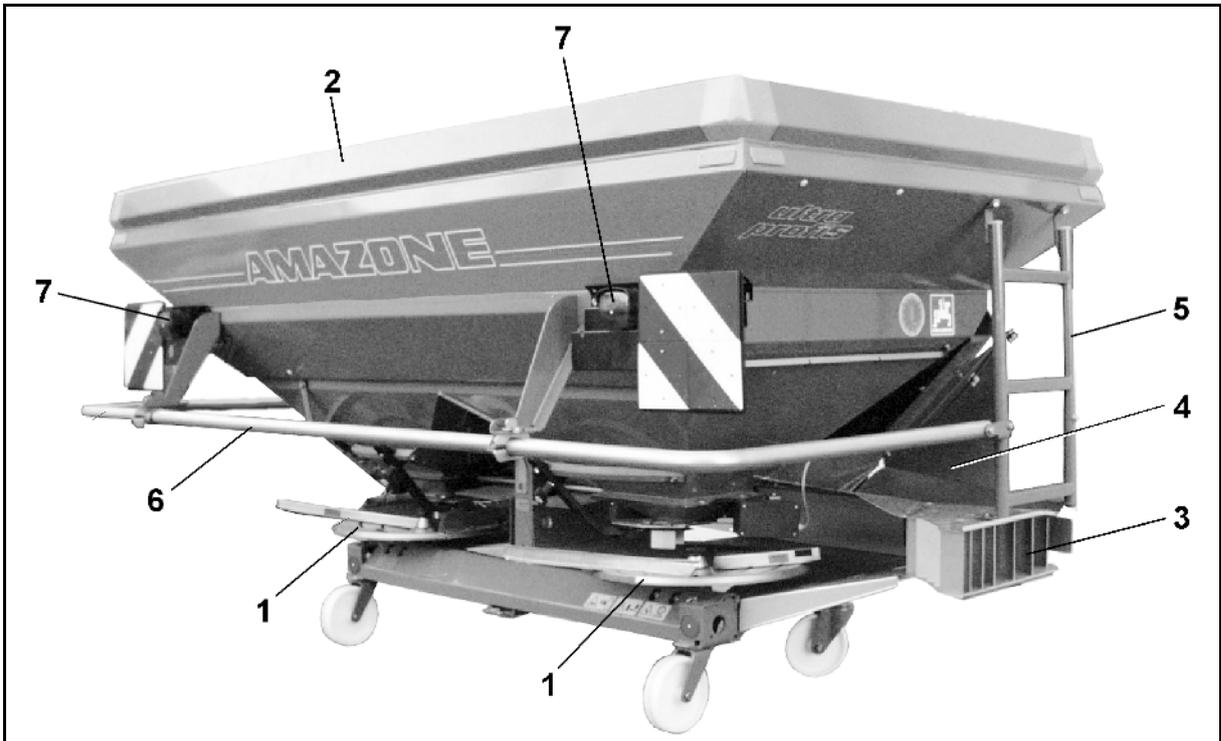

図 45
- 散布ディスク (図 45/1)、
- 延長部 (図 45/2)、
- 左右のトリマー (図 45/3)
- 左右の泥よけ (図 45/4)
- 左右のはしご (図 45/5)
- ガードチューブ (図 45/6)
- 照明 (図 45/7)